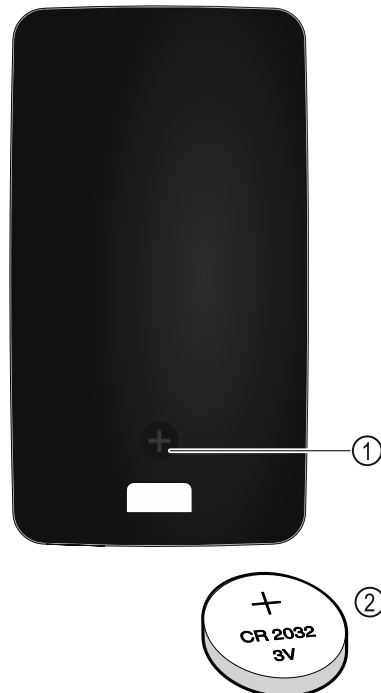

Fig. 255
Napájení dálkového ovládání proudem probíhá pomocí baterie typu CR 2032 na 3 V Fig. 255 (2), jakou lze běžně obdržet v dané prodejně.
- ▶ Vyšroubujte šroubek Fig. 255 (1) na zadní straně dálkového ovládání.